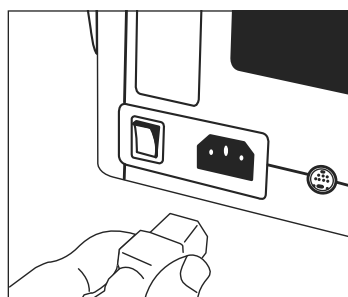

Figure 1
1. Branchez le cordon d'alimentation à l'arrière de la machine, puis branchez le cordon dans une prise mise à la terre. (Voir Figure 1)
2. Placez l'interrupteur en position de marche (I).